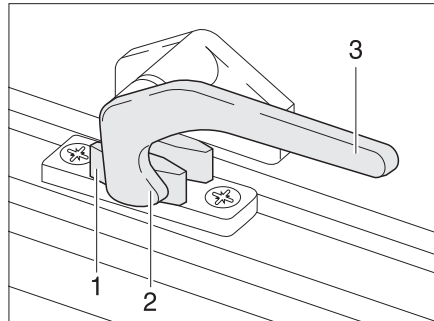
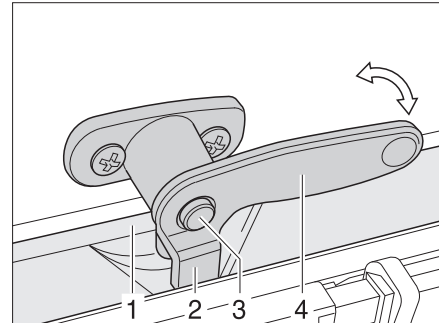

Fig. 65 Palanca de bloqueo en la posición de "cerrado"
Fig. 66 Palanca de bloqueo con botón de seguridad en posición "cerrado"
- Caso disponible, presionar y mantener presionado el botón de seguridad (Fig. 66,3).
- Girar la palanca de bloqueo (Fig. 65,3 ó Fig. 66,4) un cuarto de vuelta hacia la mitad de la ventana.
- Girar la palanca de bloqueo (Fig. 65,3 ó Fig. 66,4) un cuarto de vuelta hacia el marco de la ventana. El saliente de bloqueo (Fig. 65,2 ó Fig. 66,2) se encuentra en la cara interior del bloqueo de la ventana (Fig. 65,1 ó Fig. 66,1).
- En la posición "Cerrada fijamente" (Fig. 65)